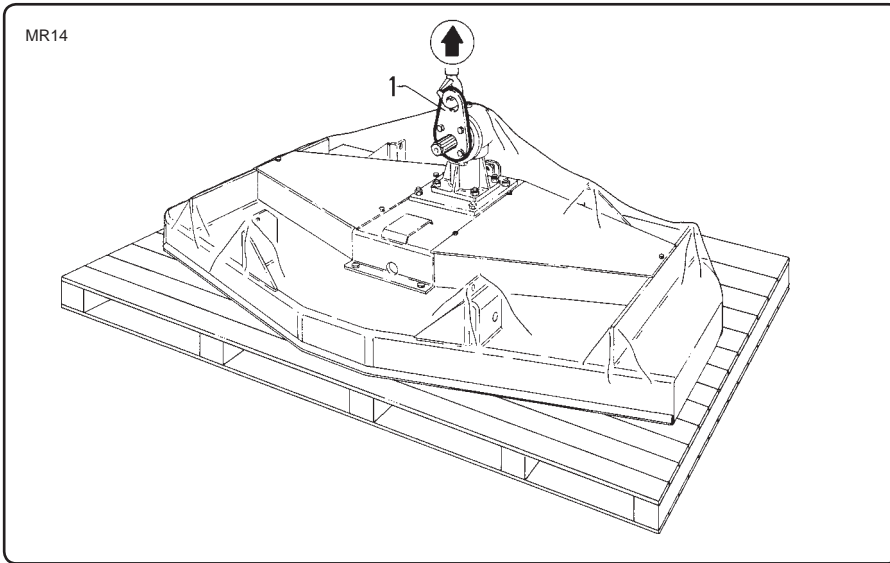

fig. 3.3.2
*Für ein einfacheres Heben der Maschine wurde eine Hebeöse am oberen Teil angebracht (Bügel „1“ Abb. 3.3.2). Beim Heben der Maschine ausschließlich diese Hebeöse verwenden und keine anderen Bauteile der Maschine. Beim Heben der Maschine mit dem Bügel „1“ (Abb. 3.3.2) müssen Hebegeräte verwendet werden, deren Tragkraft größer ist, als die zu hebende Last (siehe Tabelle 3.3.4). Auf eventuelle Schwankungen der Last achten, die zu Verletzungen des Bedieners sowie zu Beschädigungen der Maschine führen können. Beim Heben Ketten, Seile und Haken verwenden, deren Tragkraft größer ist, als die zu hebende Last. Insbesondere Ketten oder Seile in einwandfreiem Zustand verwenden, damit die Sicherheit der Bediener gewährleistet ist.*